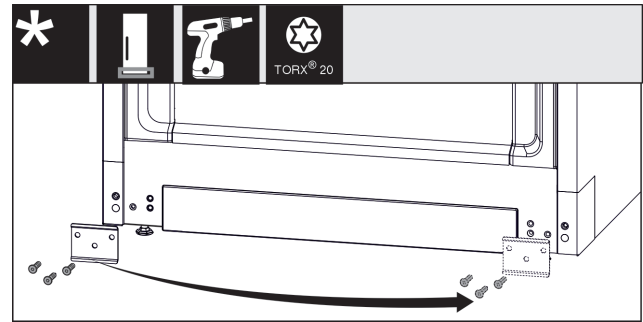

Fig. 30
- Blech Fig. 30 (1) abschrauben, auf die andere Seite umsetzen und wieder anschrauben.